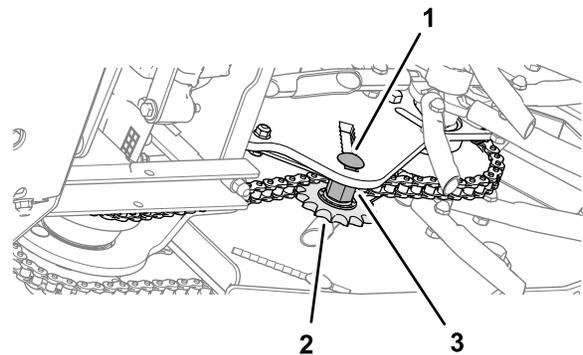

Figure 60
4. Pour régler la tension des chaînes, desserrez le boulon du tendeur et l'entretoise filetée, et appuyez sur le pignon pour tendre la chaîne (Figure 60).